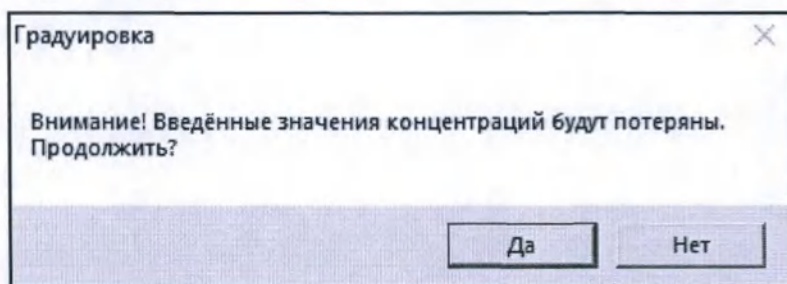

Рисунок 71 – Сообщение при снятии галочки «Градуировочная»
- Открывают вкладку *Метод* в разделе *Параметры ЭФГ*, проверяют, снята ли галочка ««Градуировочная»» (рисунок 71), если нет, снимают её, в открывшемся окне нажимают «Да»: